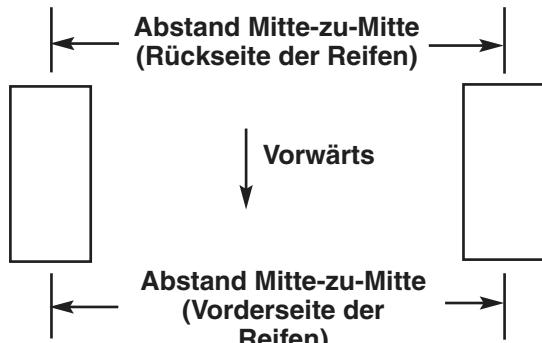

Bild 26
2. Messen Sie den Abstand zwischen beiden Vorderreifen auf Achshöhe (an der Vorder- und Rückseite der Räder) (Bild 26). Das vordere Maß muss bei einem Spielraum von 6 mm mit dem hinteren identisch sein.